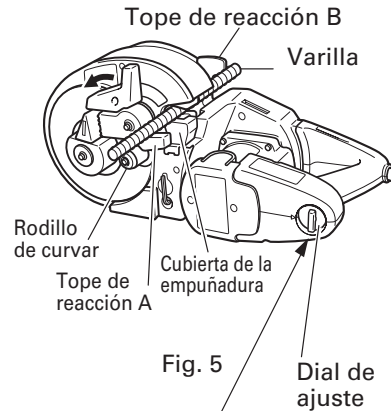

Fig. 5
1. Corte normal (Fig. 5)
- (3) Ponga la unidad en la posición indicada en la Fig. 5.
- (4) Coloque la varilla a cortar en la cortadora inferior.
- (5) Al colocar la varilla, asegúrese de que el tope de reacción B esté enganchado a la varilla.
- (6) Tire del interruptor de disparo y corte la varilla.